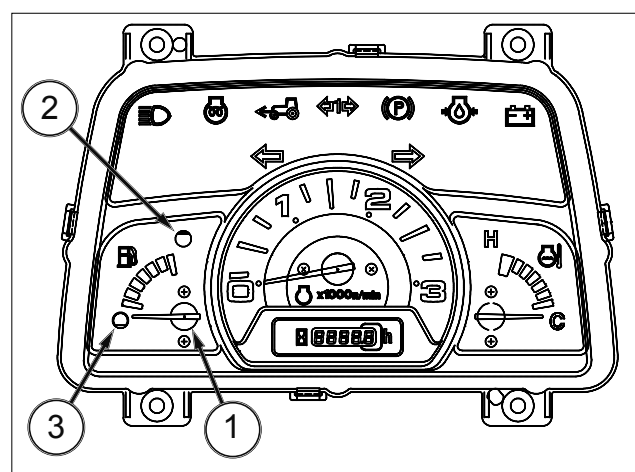

FIG. 40
FIG. 40 : La jauge de carburant (1) indique le niveau de diesel dans le réservoir de carburant. Plus l'aiguille est rapprochée du « F » (2), plus le réservoir est rempli. Ne laissez donc pas la jauge de carburant atteindre le point de réservoir vide (3).